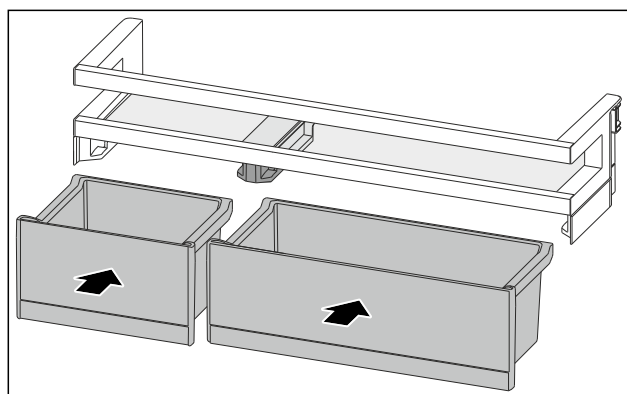

Fig. 186
- Vendosni kutitë VarioBox në rendin e kundërt. (shihni Fig. 186)